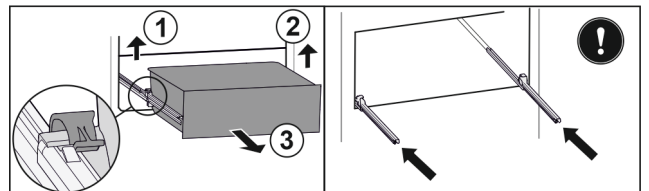

Fig. 88
- ▶ Linker klem optillen en gelijktijdig lade links naar voren trekken. Fig. 88 (1)
- ▶ Rechter klem optillen en gelijktijdig lade rechts naar voren trekken. Fig. 88 (2)
- ▶ Lade naar voren toe verwijderen. Fig. 88 (3)